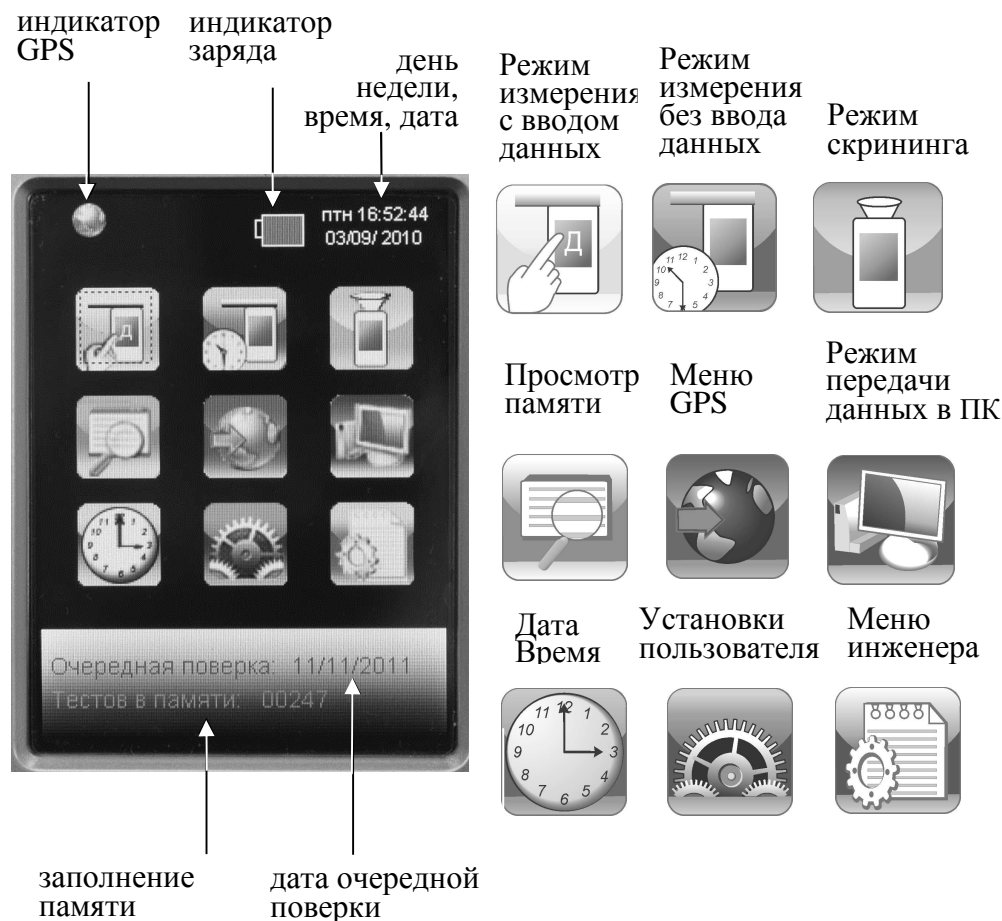

Рисунок 4 – Главное меню анализатора
После этого на экране появляется главное меню анализатора (рисунок 4).
2.3.1 При включении анализатора после заставки с названием анализатора и версией программного обеспечения на сенсорном экране появляется главное меню из 9 пунктов-иконок и индикаторов, информирующих об уровне заряда аккумуляторного блока, текущем времени и дате, а также об установлении координат текущего местоположения GPS-приемником (рисунок 4).
2.5.3 Для входа в меню «**Установки пользователя**» в главном меню анализатора (рисунок 4) выберите пункт-иконку «**Установки пользователя**», касаясь стилусом соответствующей иконки. На сенсорном экране появится окно «**УСТАНОВКИ**» – меню из 4-х пунктов:
Для установки текущей даты и времени в анализаторе выберите в главном меню пункт-иконку «Дата Время», для этого коснитесь стилусом соответствующей иконки (рисунок 4).
2.5.7.3 Для просмотра текущих координат местоположения (долгота и широта) и возможности активировать функцию автоматического внесения их в протокол измерения выберите в главном меню анализатора пункт-иконку «Меню GPS». Для этого коснитесь стилусом соответствующей иконки (рисунок 4).